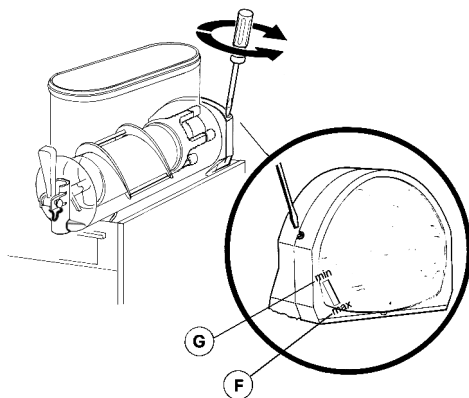

figure 4
- 1 **Réglage de la densité:** la densité optimale de la granita a été réglée en usine. Si l'on désire modifier cette densité, tourner avec un tournevis la vis de régulation densité située dans chacune des parois postérieures du distributeur (voir figure 4):